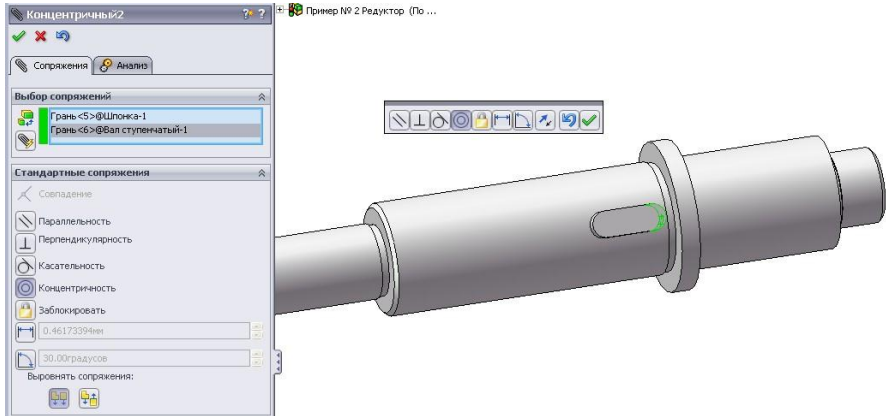

Рисунок 11.31 - Призначення додаткових сполучень для шпонки й вала
8. Укажемо ще два сполучення між елементами шпонки й вала - концентричність циліндричних поверхонь бічних граней шпонки й шпонкового паза (рис. 11.31).